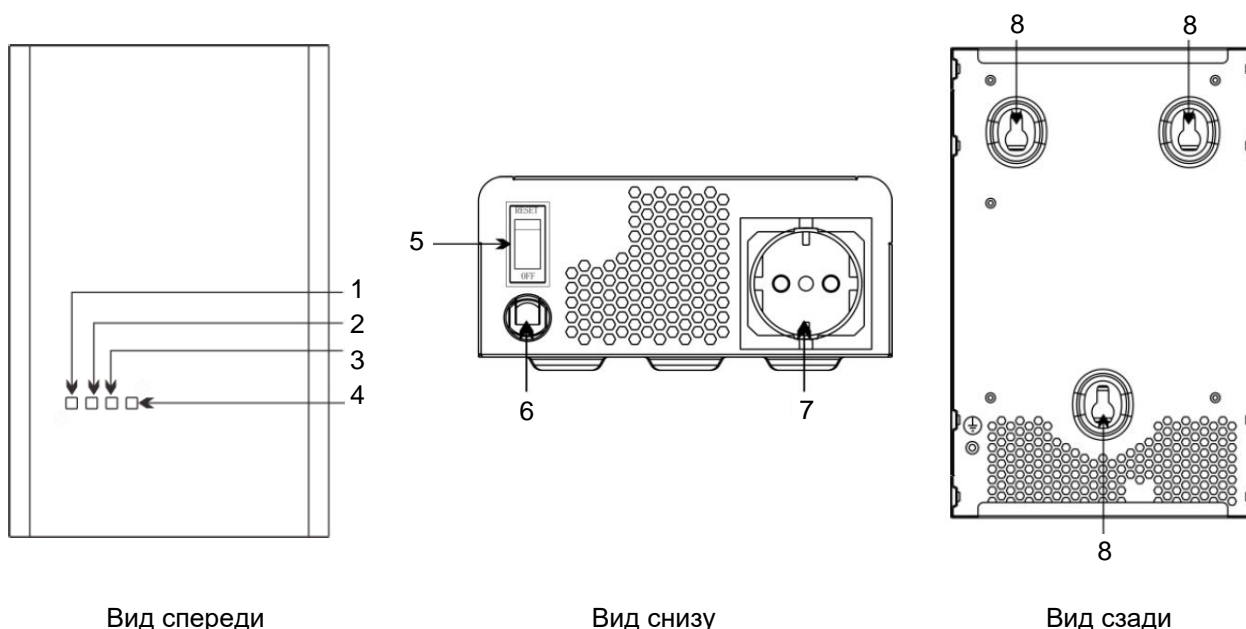

Рисунок 1. Внешний вид стабилизатора модели SMARTWATT AVR ONLINE 550IW. Описание элементов приводится в таблице 1.
2. Переведите выключатель питания (см. Рисунок 1) на стабилизаторе в положение OFF (ВЫКЛ).